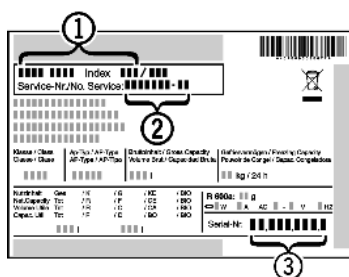

Fig. 10
- ▶ Назва пристрою *Fig. 10 (1)*, сервісний номер *Fig. 10 (2)* та серійний номер *Fig. 10 (3)* вказані на таблиці типів. Табличка типів знаходиться всередині пристрою, зліва.
- ▶ Повідомте сервісну службу про характер неполадки, назву пристрою *Fig. 10 (1)*, сервісний номер *Fig. 10 (2)* та серійний номер *Fig. 10 (3)*.